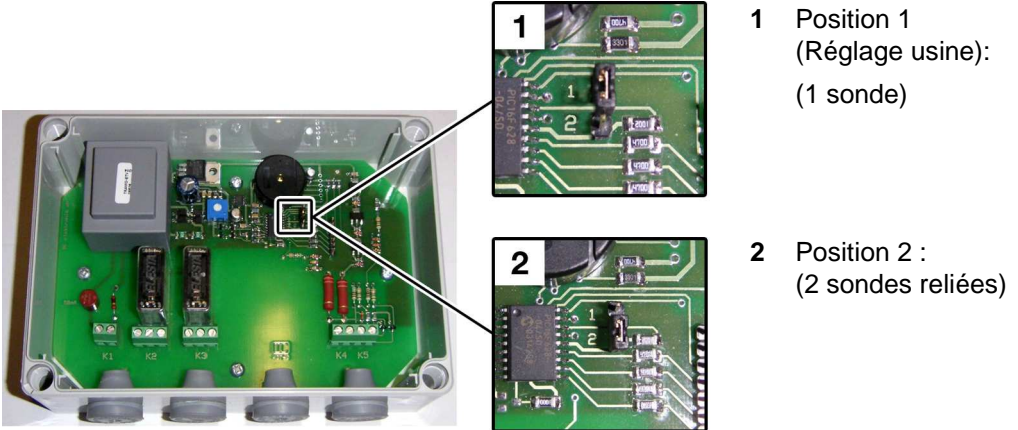

Figure 7 : Cavalier
- ▶ S'assurer du bon positionnement du cavalier, voir Figure 7, Page 10.